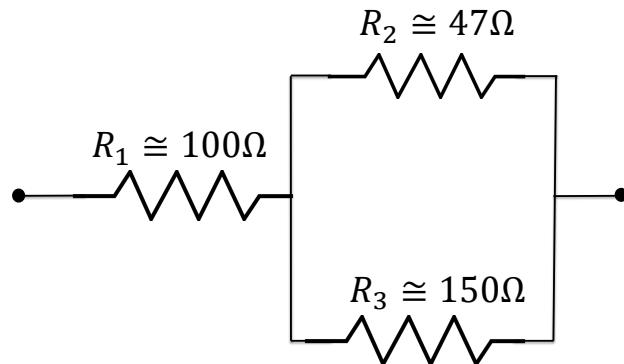

Figure 5
2. L'équation (1) est vérifiée en traçant le graphique de  $V$  en fonction de  $I$ . Déterminez les quantités correspondantes à la pente et à l'ordonnée à l'origine.
3. En utilisant les énoncés de la section *Théorie* de cette expérience, prouvez les équations (4) et (5) pour le circuit de résistances en série et celui en parallèle.
4. Trouvez l'expression de la résistance équivalente  $R_{mixte}$  en termes des résistances  $R_1$ ,  $R_2$  et  $R_3$  pour le circuit mixte de la Partie 5, donné à la Figure 5.
Reliez  $R_1$ ,  $R_2$  et  $R_3$  en un circuit mixte (série et parallèle) tel qu'illustré à la Figure 5. Mesurez la résistance équivalente  $R_m$  en utilisant un ohmmètre ou un multimètre. Insérez vos résultats dans un tableau comme le Tableau 4.